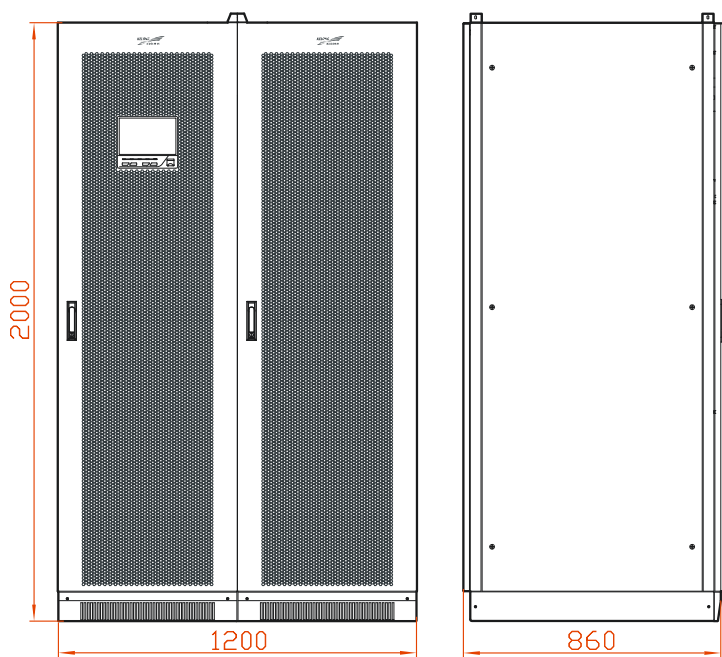

Рис. 3.10 Размеры MR33400, MR33500, MR33600
**Step 2** Просверлите 4 отверстия в полу (они должны быть диаметром ф13) с помощью ударной дрели, в соответствии с расположением отверстий в раме устройства (как показано на Рис. 3.10 и Рис. 3.11).